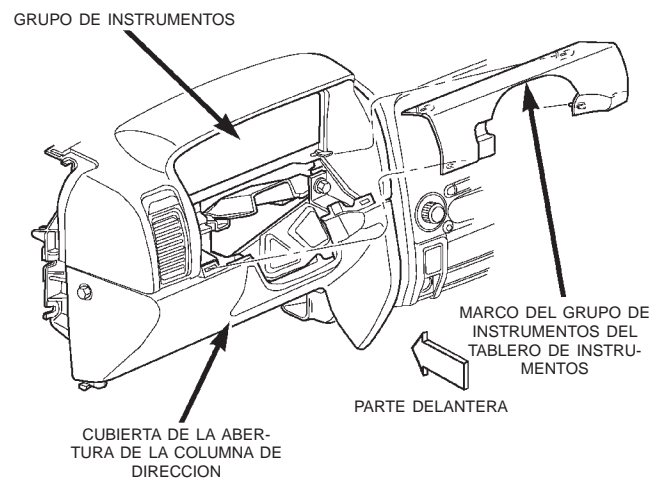

Fig. 7 Desmontaje e instalación del marco del grupo de instrumentos
(1) Desconecte y aisle el cable negativo de la batería.
(2) Coloque la columna de dirección inclinable en su posición más baja.
(3) Con una varilla de tapicería u otra herramienta adecuada de hoja ancha y plana, haga palanca suavemente en cada una de las cuatro esquinas del marco del grupo de instrumentos para separarlos del tablero lo suficiente como para desenganchar los cuatro collarines de presión de sus receptáculos (Fig. 7).